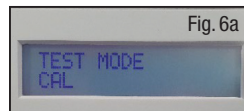

Fig. 6a
- Anslut nätsladden till nätaggregatet och vägguttaget. Slå på nätaggregatet och tryck samtidigt på knappen med NEDÅT-pilen. När nätaggregatet har startat släpper du knappen med NEDÅT-pilen. Detta gör att du kan gå in i testmenyn. På nätaggregatet visas "TESTLÅGE KALIBRERING" (Fig. 6a).